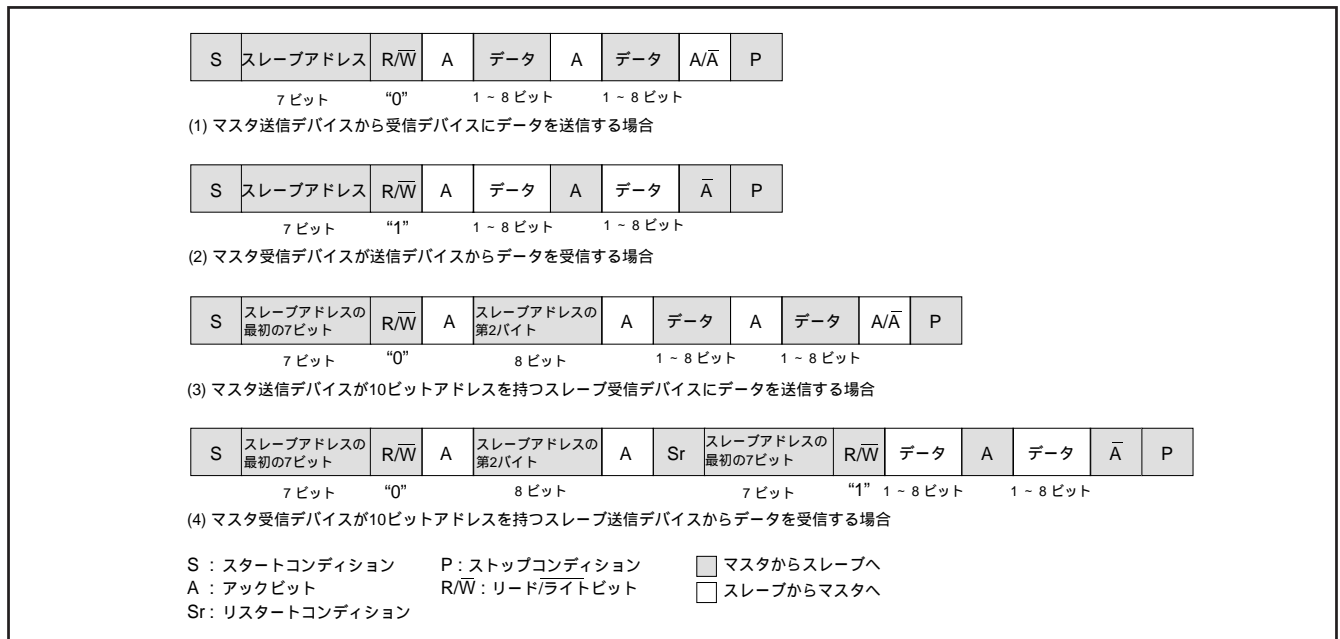

図8.6.12 アドレスデータ通信フォーマット
(1) 7 ビットアドレスフォーマット
7 ビットアドレスフォーマットに対応するために、I²C コントロールレジスタ (00F9₁₆ 番地) の 10BIT SAD ビットを“ 0 ”にしてください。マスタから送信された最初の 7 ビットのアドレスデータと、I²C アドレスレジスタ (00F7₁₆ 番地) に格納された上位 7 ビットのスレーブアドレスを比較します。この比較時には、I²C アドレスレジスタ (00F7₁₆ 番地) の RBW ビットのアドレス比較は行われません。7 ビットアドレスフォーマット時のデータ伝送フォーマットは図 8.6.12 の (1), (2) を参照してください。
(2) 10 ビットアドレスフォーマット
1 バイト目のアドレスデータとスレーブアドレスが一致した場合には、I²C ステータスレジスタ (00F8₁₆ 番地) の AAS ビットが“ 1 ”にセットされます。2 バイト目のアドレスデータは、I²C データシフトレジスタ (00F6₁₆ 番地) に格納した後、ソフトウェアで 2 バイト目のアドレスデータとスレーブアドレスのアドレス比較を行ってください。2 バイトのアドレスデータとスレーブアドレスが一致した場合には、I²C アドレスレジスタ (00F7₁₆ 番地) の RBW ビットをソフトウェアで“ 1 ”にしてください。この処理により、リスタートコンディション検出後に受信する 7 ビットのスレーブアドレス及び R/W のデータと I²C アドレスレジスタ (00F7₁₆ 番地) の値を一致させることができます。10 ビットアドレスフォーマット時のデータ伝送フォーマットは図 8.6.12 の (3), (4) を参照してください。